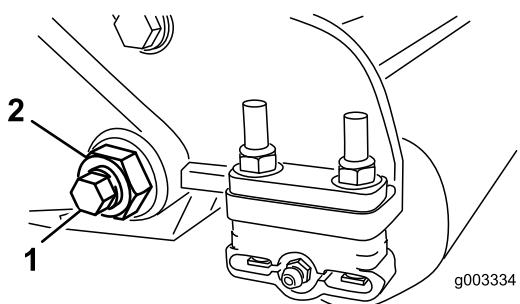

図 30
3. ベッドバーボルト図 30を固定しているロックナット機体両側をゆるめる。
4. 各ベッドバーボルトを抜いて、ベッドバーを下に引き抜いて外す図 30。ベッドバーの両端にナイロンワッシャとスチールワッシャが枚ずつあるので注意すること。